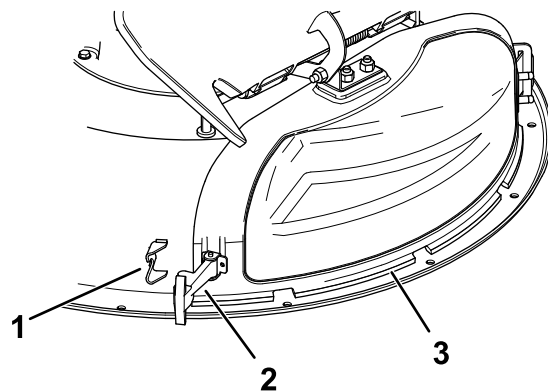

Рисунок 12
3. Отсоедините гибкую защелку от держателя защелки на крышке выброса и поверните крышку выброса вправо (Рисунок 12).
6. Прикрепите крышку выброса к деке, зацепив гибкую защелку на крышке выброса за держатель на деке (Рисунок 12).